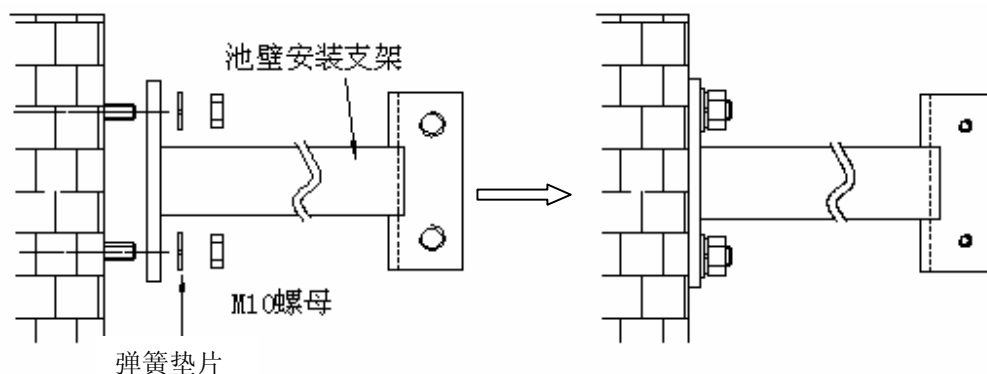

图10 传感器池壁支架安装示意图
① 首先在安装传感器的池壁合适位置打入四个M10钢制膨胀螺栓，将如图10所示的传感器池壁安装支架通过M10螺母和弹簧垫片固定在池壁的螺栓上，安装完成后如图10中右图所示。